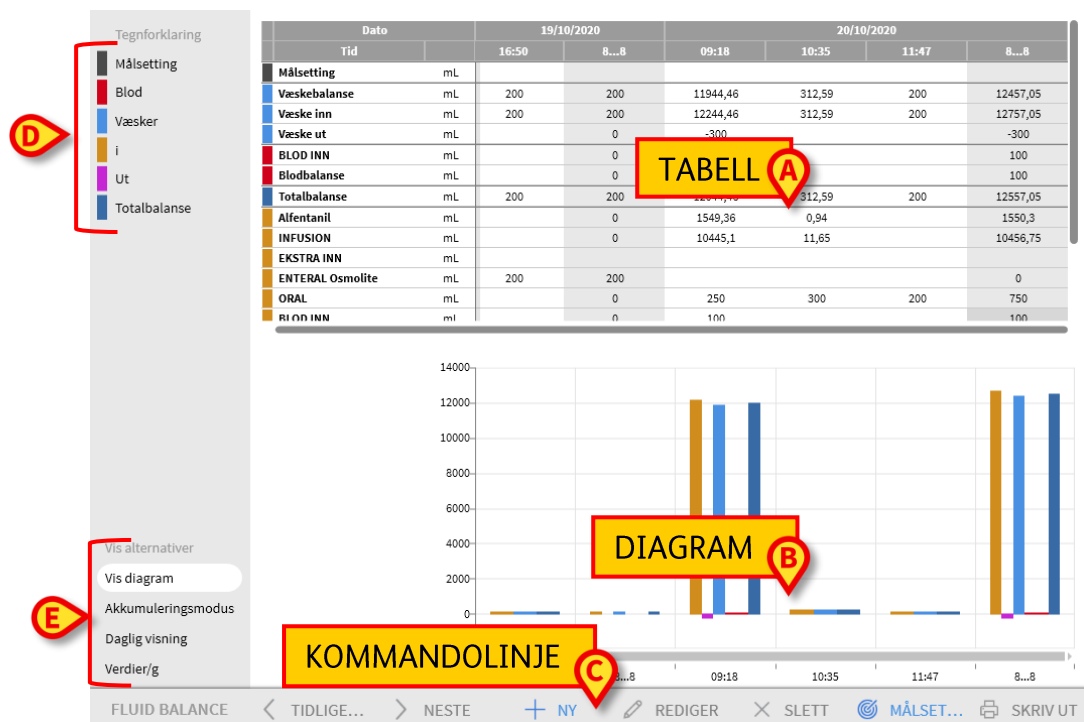

Fig. 174
- Tabell (Fig. 174 A, se side 143 for beskrivelsen).
- Diagram (Fig. 174 B, se side 147).
- Kommandolinje (Fig. 174 C, se side 148).
- En forklaring som gjør det mulig å forstå fargekoden som brukes i balanseelementene (Fig. 174 D).
- Tre visningsalternativer for balanse (Fig. 174 E).
I området angitt i Fig. 174 **E** og forstørret nedenfor finnes inntil fire alternativer for datavisning.